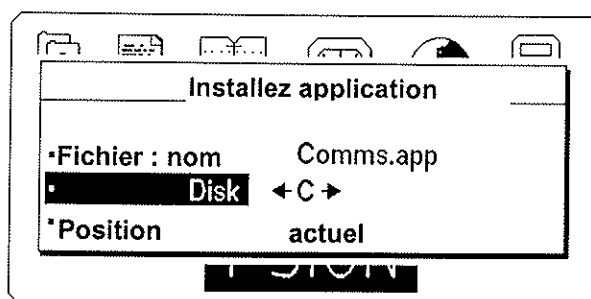

figure 5-13: Installez l'écran d'application
- Sélectionnez à l'aide des flèches verticales l'option "Disk" (ligne au milieu) et sélectionnez ensuite à l'aide des flèches horizontales le disque C comme dans la figure 5-13.